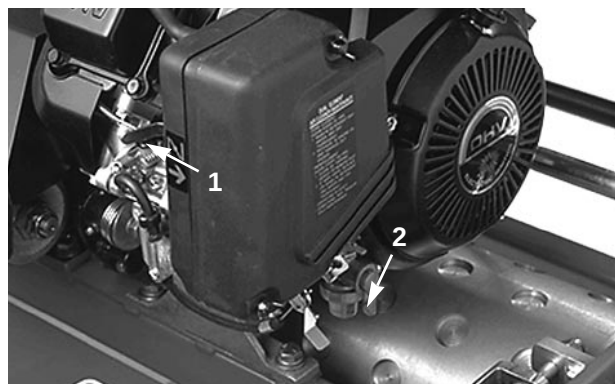

Fig. 15
Chokehendel (fig. 15)—Sitter til venstre foran på motoren. Hendelen har to stillinger: KJØR og CHOKE. Flytt hendelen til CHOKE for å starte en
Avstengningsventil for bensin (fig. 15)—Sitter foran til venstre på motoren. Ventilen har to stillinger: LUKKET og ÅPEN. Flytt hendelen til LUKKET ved oppbevaring eller transport av klipperen. Flytt ventilen til ÅPEN stilling før motoren startes.
2. Åpne motorens avstengningsventil for bensin (fig. 15).
5. Sett chokehendelen (fig. 15) til halvåpen stilling ved start av kald motor. Det er trolig ikke nødvendig å bruke choken ved start av varm motor.